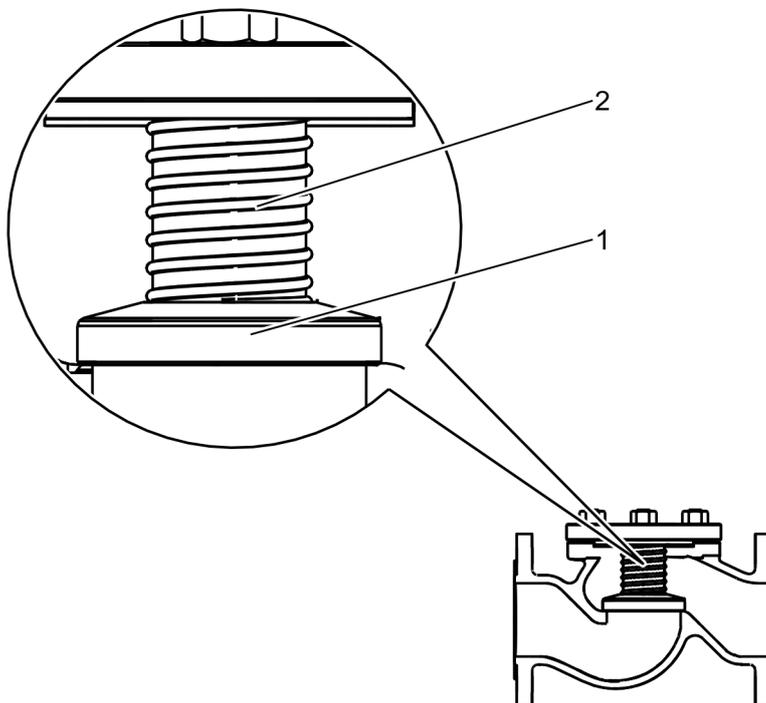

Fig. 5: Órgano de cierre
- Cono de retención (Fig. 5/1)
- Muelle de empuje (Fig. 5/2)
La tensión inicial del muelle (Fig. 5/2) hace que, en estado normal (sin fluido en la tubería o con fluido a presión demasiado baja), el cono de retención sea presionado contra su asiento, separando los lados de entrada y de salida de la válvula.